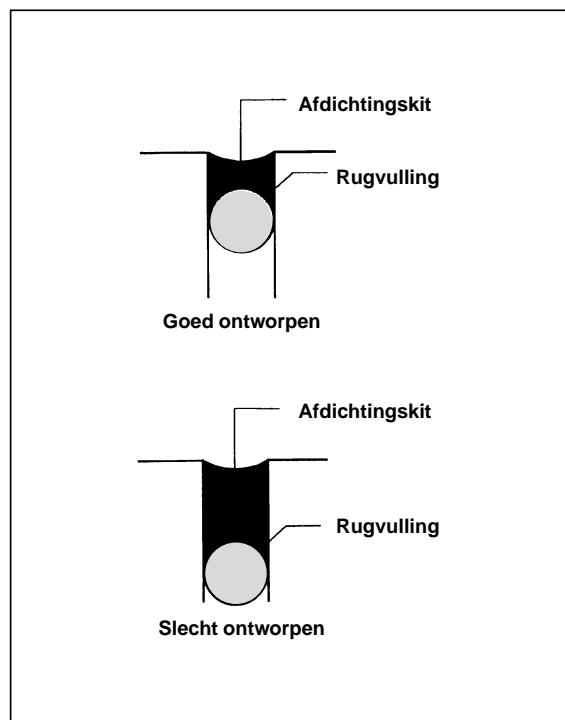

Fig. 1
De minimale voegbreedte om een voegkit optimaal aan te kunnen brengen en af te werken is 6 mm. De voegdiepte is maximaal 15 mm. De ideale verhouding tussen voegbreedte en voegdiepte is 2:1 (zie fig. 1). De voegbreedte is minimaal 4 x de verwachte voegbeweging. Voorschrift volgens NEN: voegbreedte tot 12 mm. = voegdiepte 6 mm. Voegbreedte >12 mm = breedte/3 + 6 mm. Voor diepe voegen dient polyethyleen (PE) of polyurethaan (PU) rondschuim te worden gebruikt (zie fig. 1).